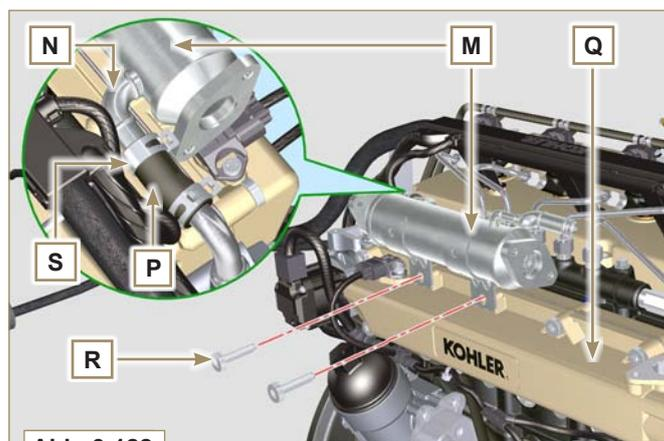

Abb. 9.122
- 8 - Den EGR Cooler **M** mit den Schrauben **R** auf dem Ansaugsammelrohr **Q** anschrauben (Anziehmoment **25 Nm - ST\_05 - Abb. 9.122**).